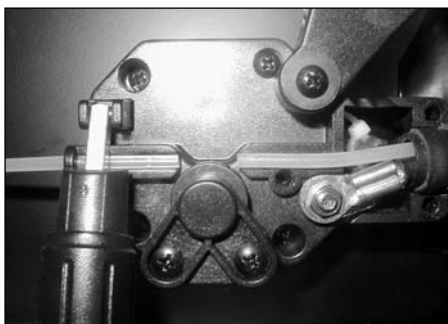

Figure 6
9. Remontez le couvercle du câble du chalumeau sur le plateau d'entraînement en vous assurant que la garniture du fil soit alignée avec le dévidoir, mais sans toucher le rouleau (voir la figure 6).